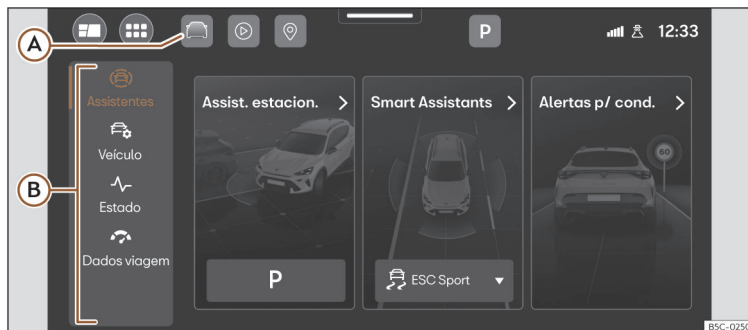

**Fig. 13** Representação esquemática: Assistentes e ajustes do veículo.
Pressionando >>> **Fig. 13 (A)**, ou, no menu principal, **Ajustes do veículo**, abre-se o menu dos assistentes e ajustes do veículo. Em seguida, pressionando um dos menus situados na zona esquerda **(B)**, no ecrã mostra-se o menu de ajustes ou de assistentes selecionado.